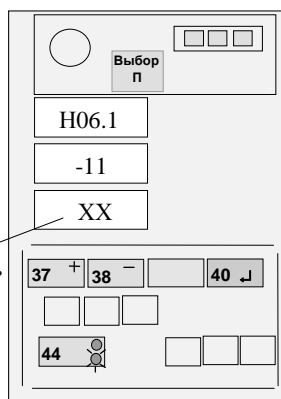

Рисунок 13 - Ввод температурного коэффициента ПрУ
Если значение температурного коэффициента, указанное на жгутах ПрУ, отличается от значения, выдаваемого на средний ИЖЦ, нажатием кнопки 44 установить на верхнем ИЖЦ код "Н06.1", а затем, нажимая кнопки "+" (37) и "-" (38), установить на среднем ИЖЦ значение коэффициента для ПрУ (см. рисунок 13 для коэффициента М11), причем знак плюс на индикаторе не отображается, а знак минус отображается символом " - ".